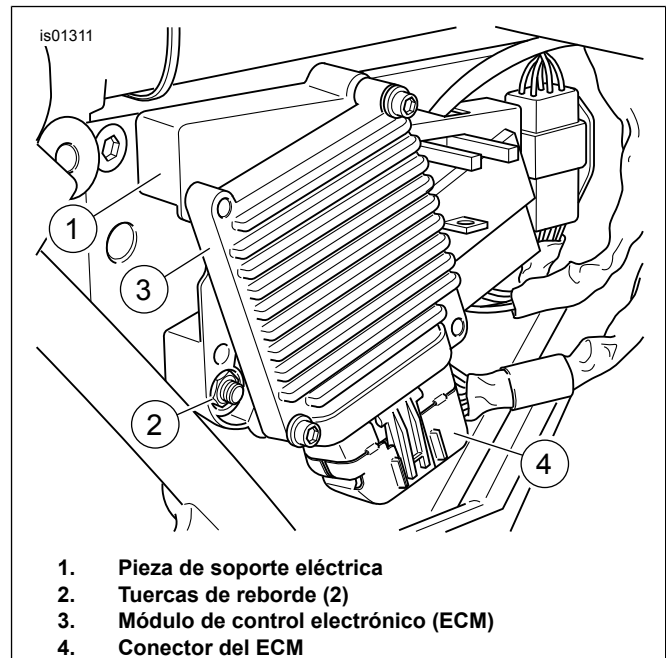

Figura 11. Pieza de soporte eléctrica (modelos FL Touring 2002-2007)
3. Vea la Figura 11. Quite las dos tuercas de reborde (2) de la pieza de soporte eléctrica (1). Tire para quitar el conjunto de la pieza de soporte (Módulo de control electrónico (ECM) [4] y conector [1] enchufados) del costado de la caja de la batería.